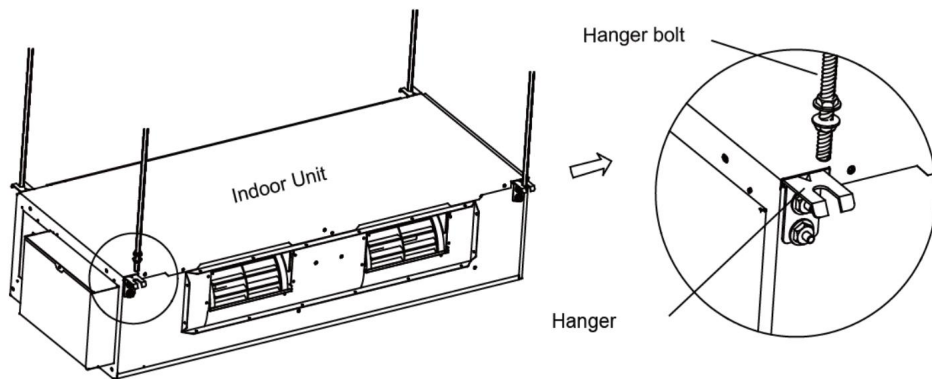

Рис.4.4
- (3). Встановіть підвіс до пристрою (рис. 4.4).